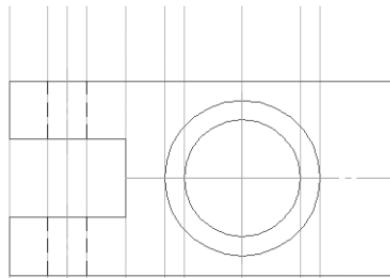

Рис. 296
- чтобы построить *вид главный*, проведите проекционные связи от каждой точки контура вида сверху (– **Вертикальная прямая**, панель расширенных команд – **Параллельная прямая**) – рис. 296;